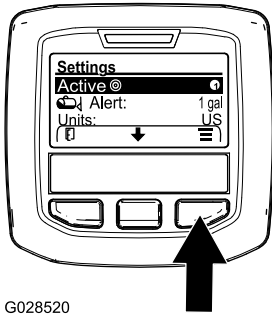

Figura 68
2. Pulse el botón de selección central para destacar el ajuste Caudal de aplicación activo (Figura 68).
3. Pulse el botón de selección derecho para alternar entre el caudal de aplicación 1 y 2 (Figura 68).